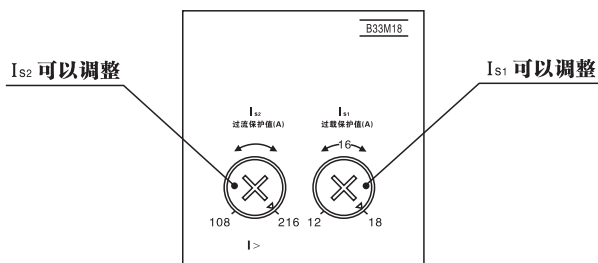

图10 热磁脱扣器面板图
7.6 使用时热脱扣 (I_{S1}) 的调节旋钮、磁脱扣 (I_{S2}) 的调节旋钮位置如图10所示, 应根据实际工作电流进行调节整定, 其它结构和模块不得擅自拆装调整。数字化控制器调节位置见相应使用说明书。